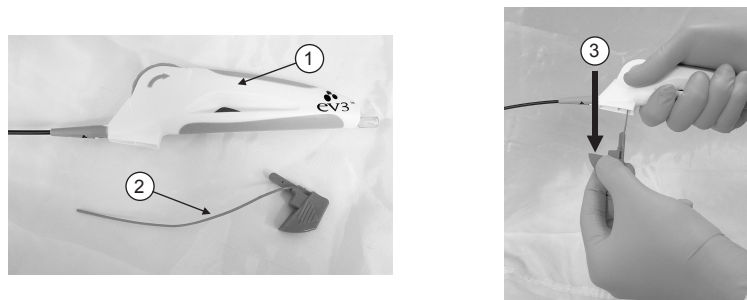

Figura 2. Sistema de entrega Entrust com conjunto do pino de bloqueio de segurança e do tubo
- Remova completamente o conjunto do pino de bloqueio de segurança e do tubo do manípulo, conforme ilustrado na **Figura 2**. Se o conjunto do pino de bloqueio de segurança e do tubo não for retirado, o stent EverFlex pode abrir parcialmente, não abrir ou abrir com uma força de desdobração maior.
Atenção: Remova completamente o conjunto do pino de bloqueio de segurança e do tubo (2) do manipulador (1), conforme ilustrado na **Figura 2**. Se o conjunto do pino de bloqueio de segurança e do tubo não for retirado, o stent EverFlex pode abrir parcialmente, não abrir ou abrir com uma força de desdobramento maior.
- Inicie a abertura do stent, mantendo o manipulador numa posição estacionária e rodando lentamente o botão giratório na direção indicada pela seta existente no manipulador; ver **Figura 2**.